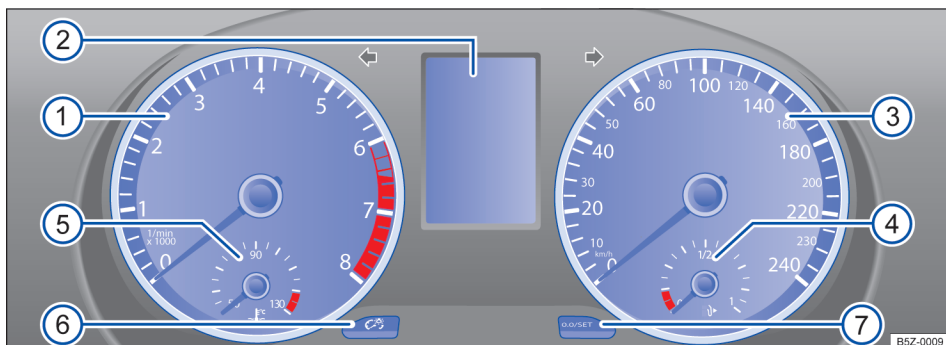

Fig. 11 Instrumento combinado no painel de instrumentos.
Significado dos instrumentos → Fig. 11:
- ⑤ **Indicador de temperatura do líquido de arrefecimento do motor** → Página 24.
- ⑥ **Botão para regulagem da iluminação do painel de instrumentos** → Página 78.
- ⑦ **Botão de ajuste do relógio** ou para trocar entre o **indicador da temperatura externa e o relógio** [0.0/SET].
- Com a ignição ligada, para ajustar o relógio, se necessário, alterar para o indicador do relógio, pressionar a chave → Fig. 17 ② para cima ou para baixo ou pressionar o botão de ajuste → Fig. 11 ⑦.
- ⑦ **Botão para reinicializar o indicador do intervalo de serviço** → Página 25